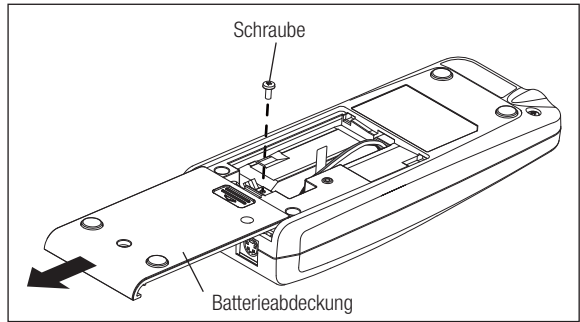

Abb. 6
- 3) Entfernen Sie die Batterieabdeckung, indem Sie sie in die Richtung des Pfeils schieben. (Abb. 6)